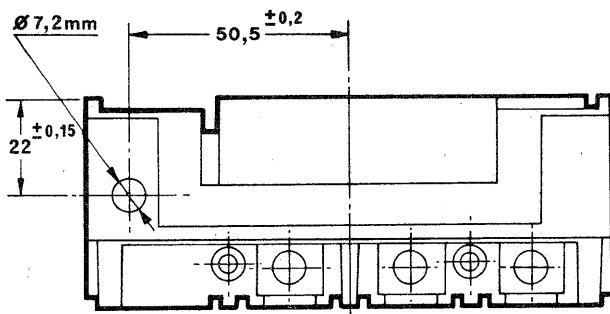

Fig. 14
- Eseguire sulla scatola sganciatori un foro passante del diametro di 7,2 mm rispettando le quote indicate in fig. 14.